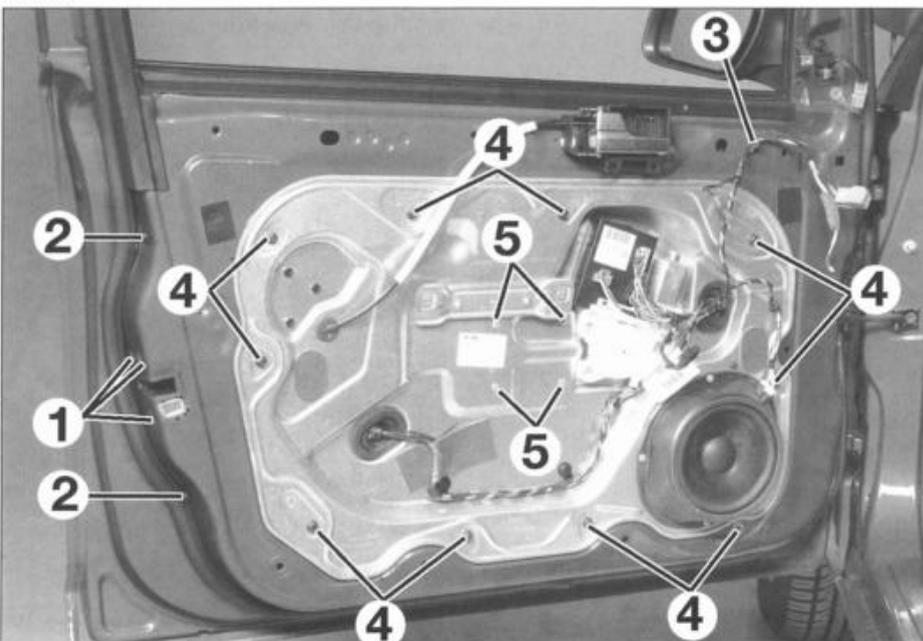

FIG. 66
- los tres tornillos (1) (fig. 66) de fijación de la cerradura.